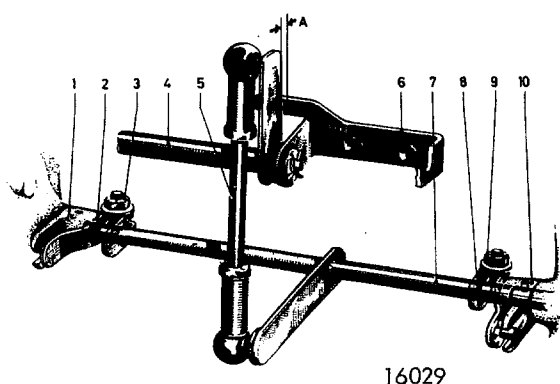

Fig 03-13. Mellanaxel och hävarmar
1. Lägga ett 0,5 mm tjock bladmått vid "A" fig 03-13, mellan hävarmen och dess anslag. Skruva ut tomgångsskruvarna 24 fig 03-2 så att spjällen stängs helt.